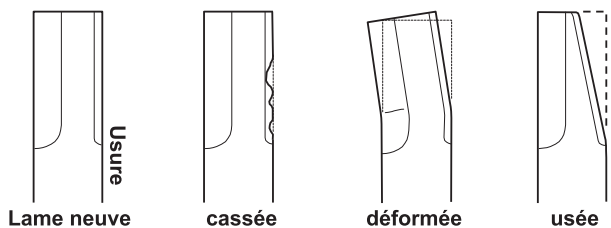
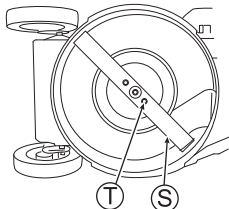

Fig. 34
Fig. 35
1. Vérifiez qu'il n'y a pas de problème de cassures, de pliures ou d'usure sur la lame (S). (Voir Fig. 34)
2. Si la lame (S) ou ses boulons de montage de la lame (T) sont "usés", "cassés" ou "déformés", remplacez-les par des pièces neuves correspondant à nos spécifications.
3. Vérifiez que les boulons de montage de la lame (T) sont bien serrés au couple de serrage spécifié. (Voir Fig. 35)
2. Serrez complètement les boulons de montage de la lame (T) à la main.
4. Vérifiez que les boulons de montage de la lame (T) sont bien serrés au couple de serrage spécifié. (Voir Fig. 35)